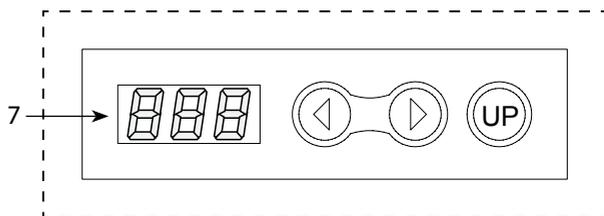

Fig.2
7. PANNELLO DI CONTROLLO con display e 3 pulsanti per accesso e gestione alle diverse funzioni (fig.2).